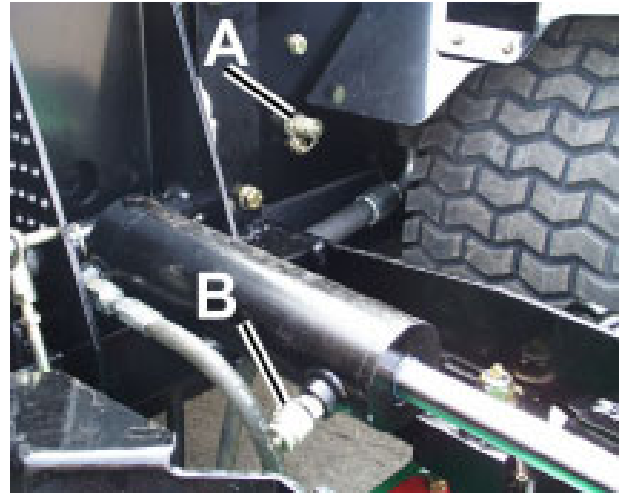

Abb.7
PRÜFANSCHLÜSSE (Abb. 7, 8, 9):
1. Druck vordere Schneidevorrichtung: 220 bar (A (Abb. 7)).
Hubdruck : 63,5 bar (B (Abb. 7)).